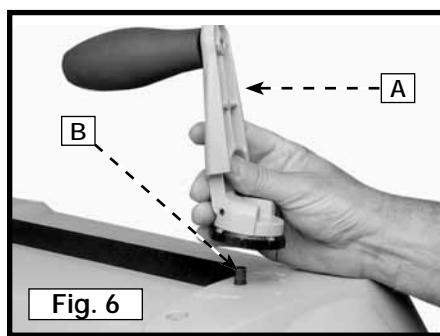

Fig. 6
1. Monte el mango de ajuste del cabezal portacuchillas (A), Fig. 6, en el eje (B), asegurándose de que la superficie plana del eje esté acoplada con la superficie plana del mango.